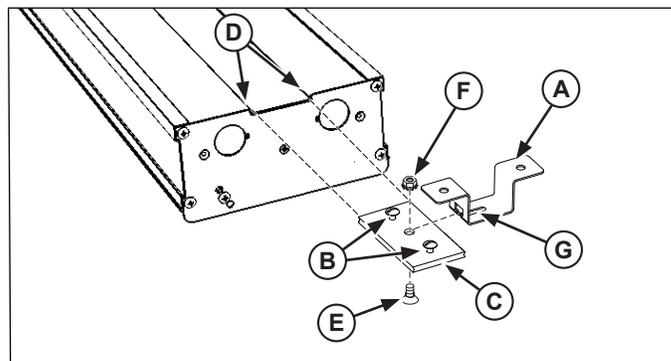

Figure 3. Installation des supports de fixation centraux
3. Montez le support de suspension (A) avec la découpe en T, aux endroits identifiés à l'étape 1. Figure 3.